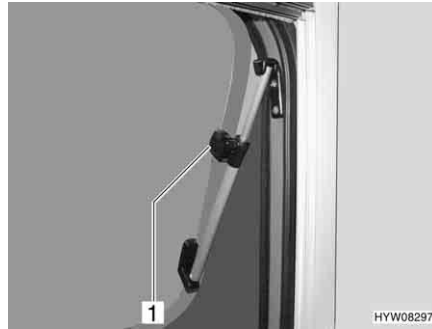
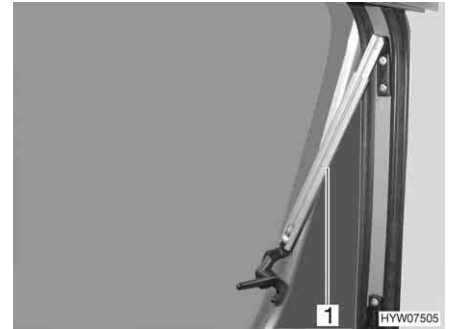

Bild 11 Ausstellfenster mit Dreh-Ausstellern, geöffnet
Bild 12 Ausstellfenster mit Automatik-Ausstellern, geöffnet
- Ausstellfenster bis zur gewünschten Stellung öffnen. Ausstellfenster mit Rändelknopf (Bild 11,1) feststellen oder den Automatik-Aussteller (Bild 12,1) selbstständig einrasten lassen.
- Rändelknopf (Bild 11,1) drehen oder Ausstellfenster so weit ausstellen, bis die Arretierung freigegeben wird.